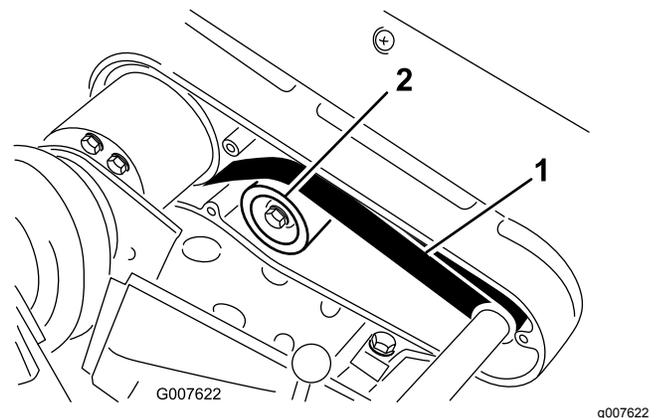

図 45
- プーリ間の中央部で **図 45**、2.3-2.7 kg 程度の力でベルトを指で押して張りを点検する。
- A. アイドラプーリ固定ナットをゆるめ、プーリをベルトの背に押しつけて、適当な張りを出す **図 45**。